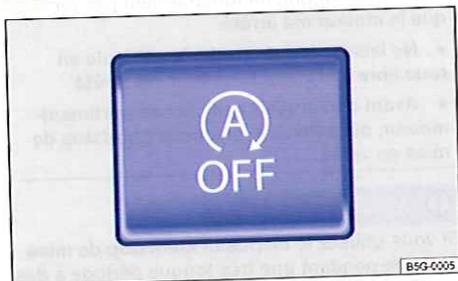

Fig. 154 Dans la partie inférieure de la console centrale : touche du dispositif start/stop de mise en veille
- Lorsque vous appuyez deux fois sur la touche dans la partie inférieure de la console centrale  ⇒ fig. 154.
- Appuyez sur la touche  dans la partie inférieure de la console centrale ⇒ fig. 154.